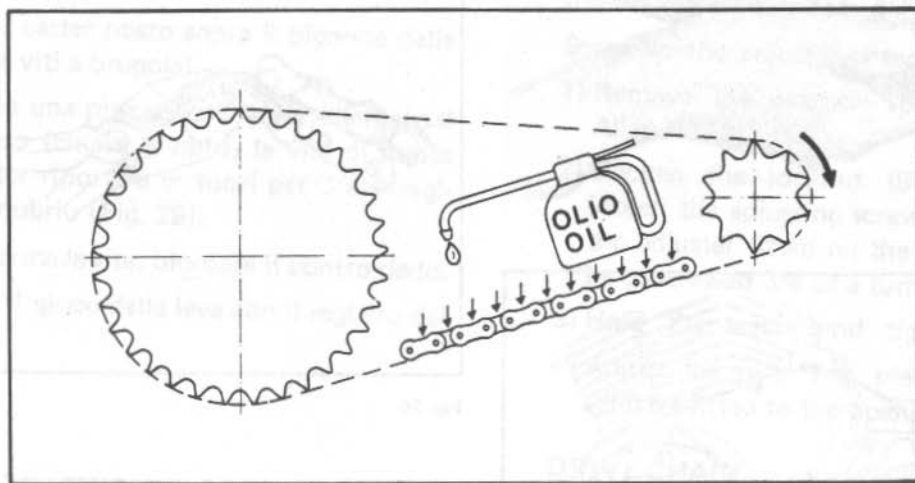

Fig. 31
**Nota:** la forza centrifuga tende a far schizzare via il lubrificante; per questo occorre lubrificare la catena dalla parte interna (per es. lubrificare il ramo inferiore da sopra) (Fig. 31).
**Note:** the centrifugal force tends to throw away the lubricant; for this reason it is advisable to lubricate the chain from the inner part (for example lubricate the lower run from upside) (Fig. 31).